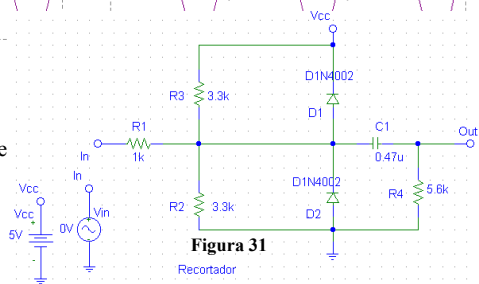

Figura 31
de tensión alterna ( $V_{AC}$ ), por lo que se ha de sustituir el generador de estímulo por uno de tensión alterna (figura 31) al que se pondrá en este ejemplo como atributo 10 voltios de amplitud (ACMAG) y 0 voltios de nivel de tensión continua (DC). No se ha de proporcionar ningún valor de frecuencia, ya que es esta la variable de entrada y por supuesto de representación. Este generador se halla en la librería **Source.slb** con el nombre **VAC**.